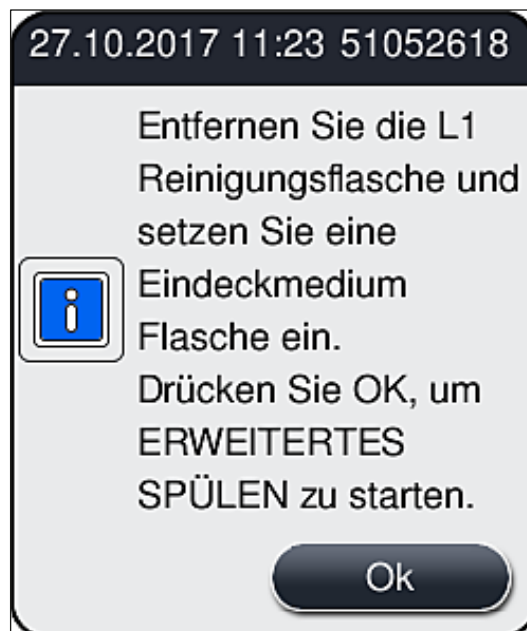

Abb. 104
- » Anschließend wird der Benutzer aufgefordert, die Reinigungsflasche aus dem Gerät zu nehmen und eine neue Flasche mit Eindeckmedium einzusetzen. Nach dem Einsetzen die Meldung (→ Abb. 104) mit **Ok** bestätigen. Der Inhalt der Reinigungsflasche ist gemäß den Laborvorschriften zu entsorgen.